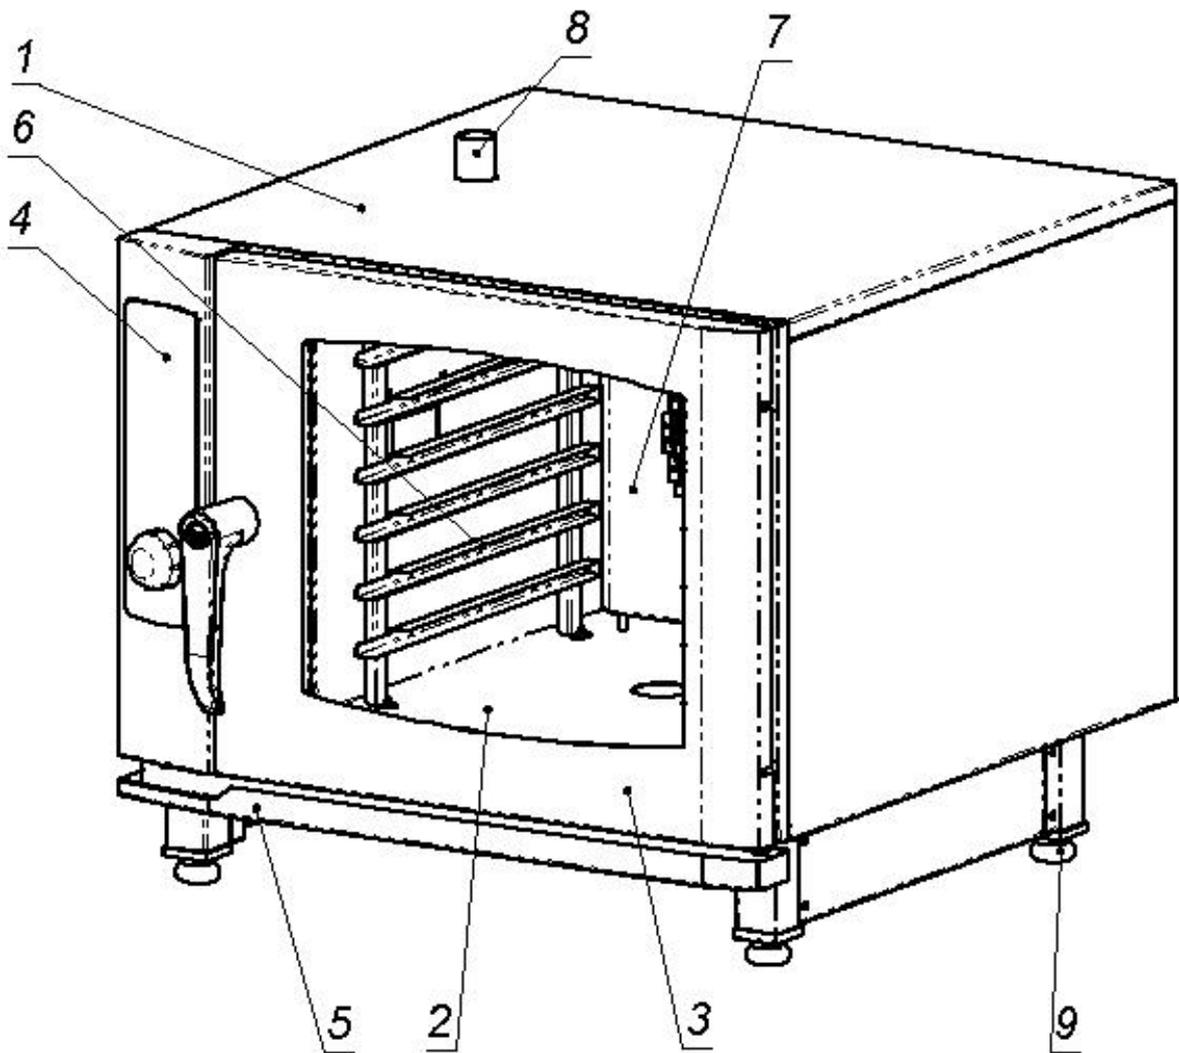

Рис.1. Общий вид изделия
Изделие (см. рис. 1) состоит из корпуса (1), рабочей камеры (2), закрываемой дверью (3). Под дверью расположен лоток (5) для сбора конденсата. На передней части корпуса расположена панель управления (4). В рабочей камере расположены держатели полок (6), которые легко снимаются для обеспечения уборки рабочей камеры. В задней части рабочей камеры расположен вентилятор и ТЭНы, которые обеспечивают конвекцию и нагрев воздуха в рабочей камере. В целях безопасности вентилятор и ТЭНы отделены от рабочей камеры защитной решеткой (7), снять которую можно только при помощи инструмента. На решетке также расположен лоток для подачи воды на лопасти вентилятора и ТЭНы.
4.1 Общий вид изделия приведен на рис. 1, панель управления показана на рис. 3.